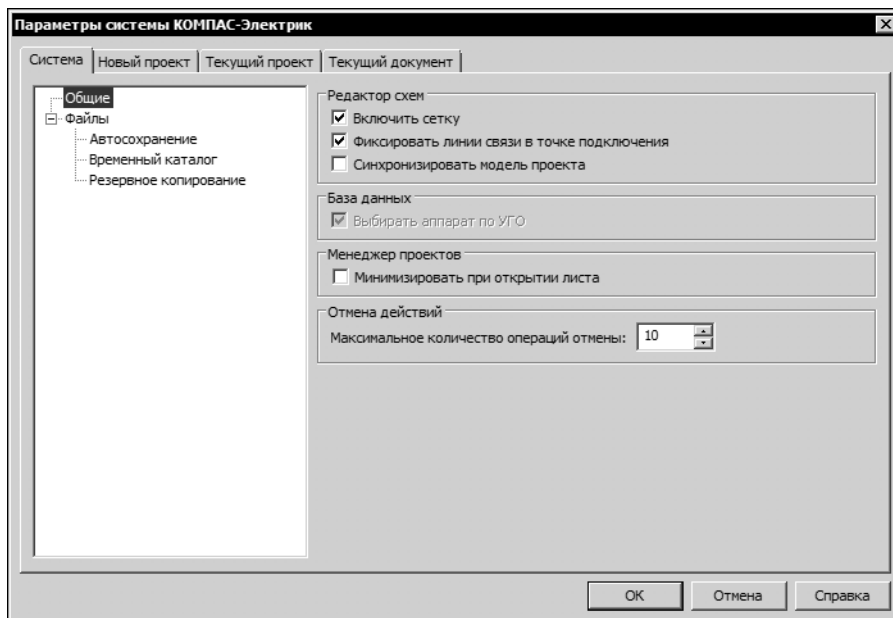

Рис. 5.1. Диалог настроек системы КОМПАС-Электрик
Все настройки выполняются в диалоге **Параметры системы КОМПАС-Электрик** (рис.5.1).
Настройки параметров системы выполняются во вкладке **Система** диалога **Параметры системы КОМПАС-Электрик** (рис. 5.1).
- ▼ При выборе настройки **Общие** (рис. 5.1), в правой части вкладки появляются элементы управления, которые позволяют выполнить настройку при работе с Редактором схем и отчетов и Менеджером проектов. Описание элементов управления настройки приведено в табл. 5.1.